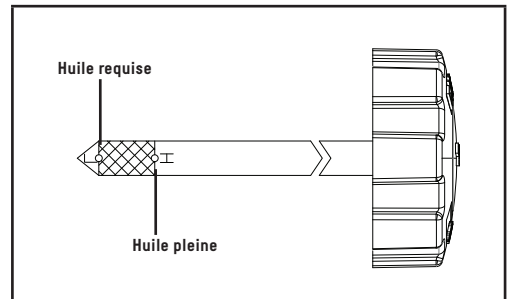

Figure 18B
3. Insérez la jauge dans la goulotte de remplissage de l'huile, mais ne la vissez pas, puis retirez-la pour vérifier le niveau d'huile (figure 18B).
4. Si le niveau d'huile est inférieur au repère inférieur sur la jauge d'huile ou s'en approche, retirez la jauge, puis remplissez le réservoir avec l'huile recommandée jusqu'au repère supérieur. N'ajoutez pas trop d'huile (figure 18B).